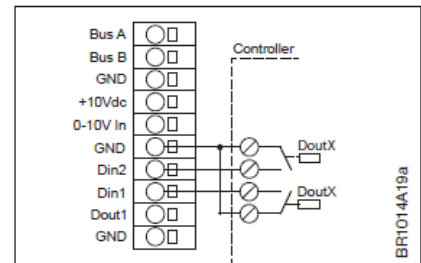

Abbildung 3-14.4
- Elektrischer Anschluss, siehe Abb. 3-14.4.